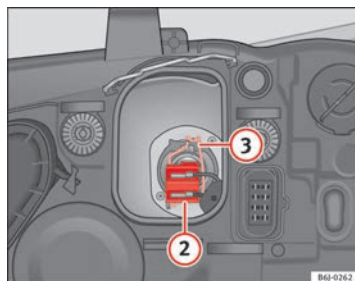

Fig. 162 Luz de cruce
- Extraiga el conector ⇒ fig. 162 ② de la lámpara.
- Desenganche el resorte retenedor ⇒ fig. 162 ③ presionándolo hacia dentro y a la derecha.